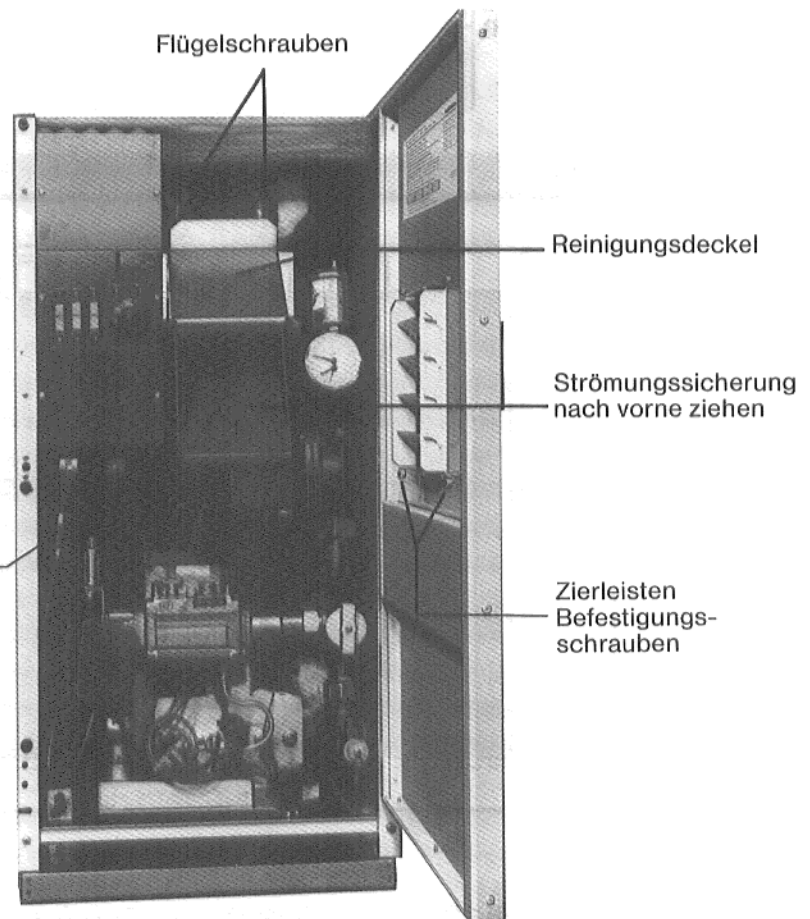

Abb. 22
2. Die oberhalb und unterhalb des Ausblasgitters befindlichen Zierleisten abschrauben (Abb. 22).
3. Flügelschrauben des Reinigungsdeckels der Strömungssicherung lockern und Deckel anheben (Abb. 22).
4. Unteren Teil der Strömungssicherung waagrecht nach vorn abziehen. Pumpe und Meßstelle sind jetzt zugänglich (Abb. 22).